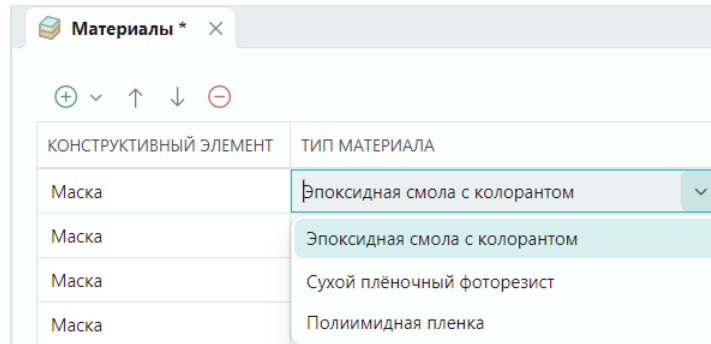

Рис. 104 Выбор материала
3. В поле «Тип материала» из выпадающего списка выберите материал добавленного конструктивного элемента, см. Рис. 104.